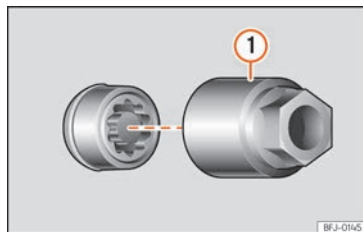

Abb. 188 Diebstahlhemmende Radschraube mit Abdeckkappe und Adapter
- Setzen Sie den Spezialadapter »» (Abb. 188) (1) (Bordwerkzeug »» S. 257) bis zum Anschlag in die diebstahlhemmende Radschraube ein.